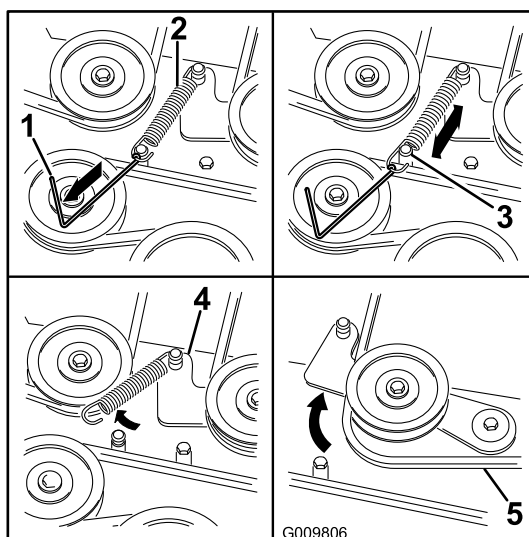

Figure 73
- À l'aide d'un outil de dépose de ressort (réf. Toro 92-5771), décrochez le ressort de l'ergot sur le plateau pour éliminer la tension sur la poulie de tension (Figure 73).
9. Acheminez la courroie neuve autour des poulies du plateau de coupe et de la poulie d'embrayage, sous le moteur (Figure 73).
10. À l'aide d'un outil de dépose de ressort (réf. Toro 92-5771), accrochez le ressort à l'ergot sur le plateau pour tendre la poulie de tension et la courroie de plateau de coupe (Figure 73).